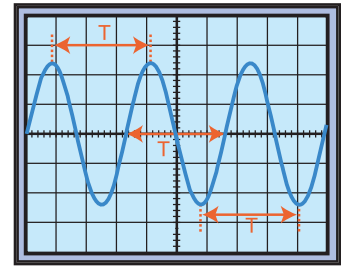

Fig 6
- constater la répétition du même motif donc la périodicité de la fonction $u = f(t)$. (Fig.6)